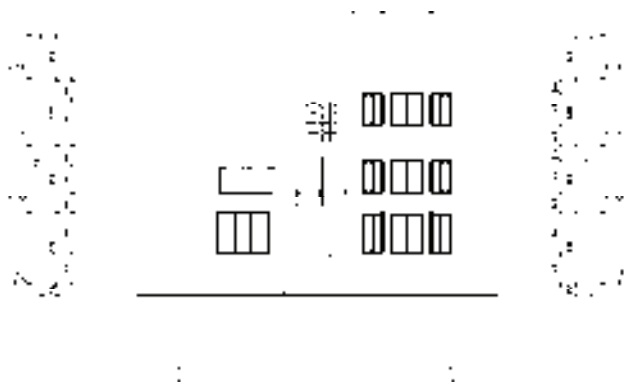

图 13-166 生成立面图
3) 单击“保存”按钮,即可生成立面图,结果如图 13-166 所示。